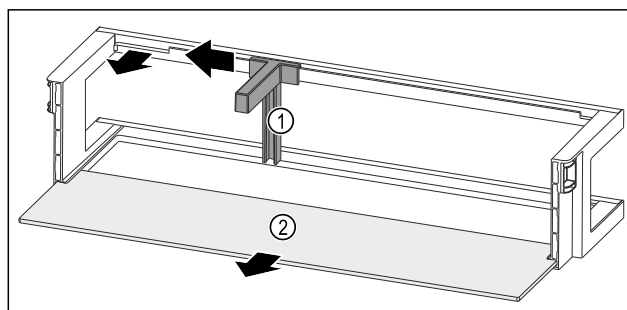

Fig. 239 Dveřní přihrádka s držákem lahví a odkládací plochou
- ▶ Držák lahví Fig. 239 (1) posuňte na stranu až k vybrání.
- ▶ Držák lahví Fig. 239 (1) odeberte.
- ▶ Odkládací plochu Fig. 239 (2) odeberte.